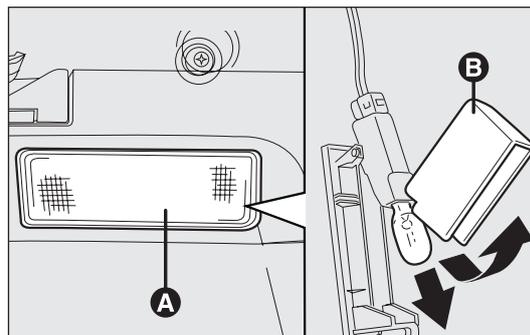

fig. 180
PLAFONNIER DU COFFRE À BAGAGES fig. 180
- extraire le plafonnier A-fig. 180 en faisant levier à l'endroit indiqué par la flèche ;